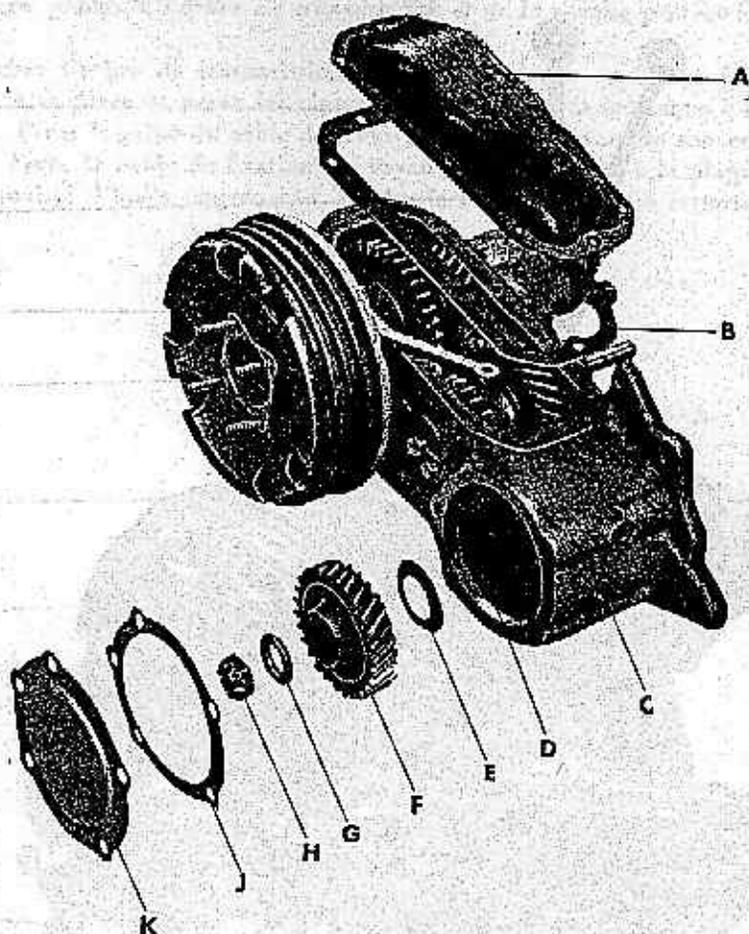

FIGURE 27. — Couvercle inférieur de carter et pignon d'arbre secondaire.
1) Ensemble de la boîte auxiliaire (fig. 27).
G. — *Mise en place du couvercle inférieur de la boîte auxiliaire (fig. 27).*
B. — Mise en place du pignon d'arbre secondaire (fig. 27).